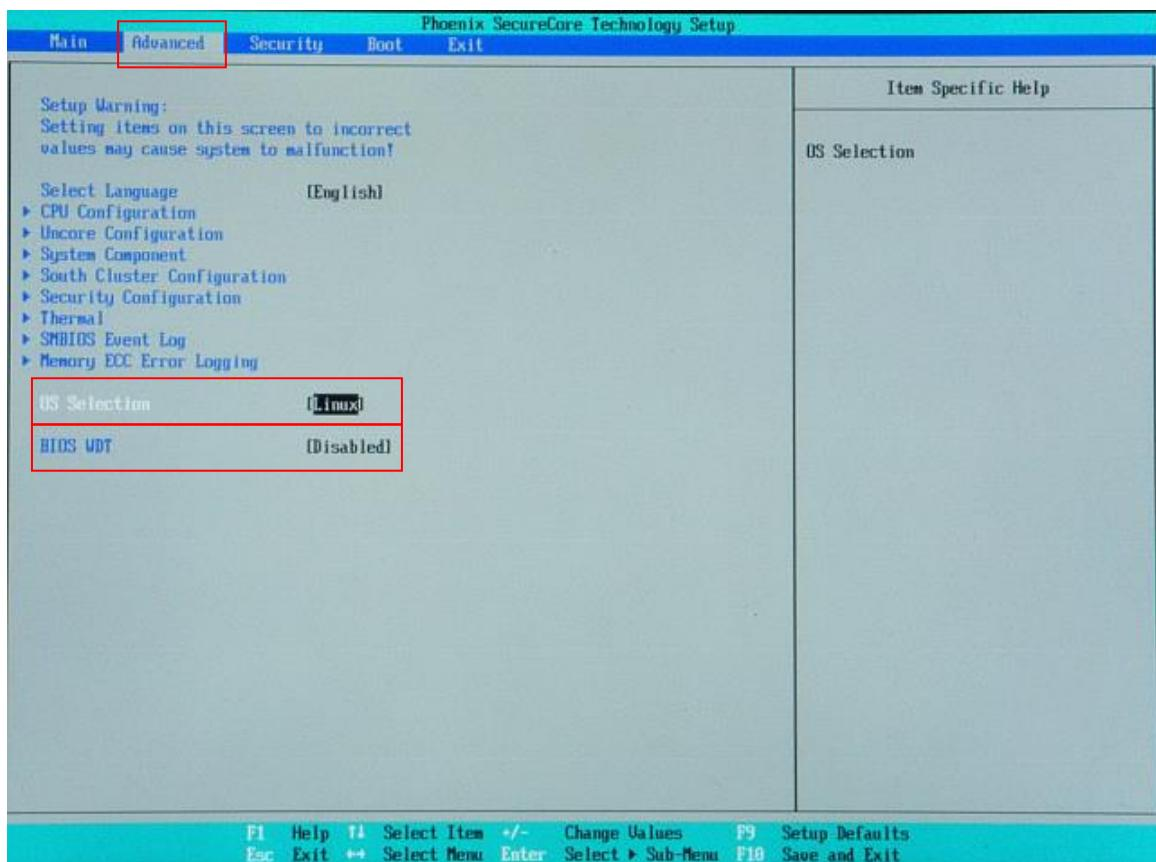

図 6-1-2. BIOS 設定 Advanced メニュー
- ① LAN ケーブルが接続されている場合は、LAN ケーブルを取り外してください。
- ② USB メモリ、SD カードなどのストレージメディアが接続されている場合は、ストレージメディアを取り外してください。また、サブストレージ（mSATA2）が接続されている場合は、サブストレージを取り外してください。
- ③ USB-DVD ドライブにリカバリ DVD を入れ FP シリーズ本体に接続します。
- ④ USB キーボード、USB マウスを接続します。
- ⑤ 電源を入れます。BIOS 起動画面が表示されたところで[F2]キーを押し、BIOS 設定画面を表示させます。
- ⑥ BIOS 設定画面が表示されたら、[Advanced]メニューを選択します。（図 6-1-2）
- ⑦ [OS Selection]を[Linux]、[BIOS WDT]を[Disabled]に設定します。
- ① 電源を入れ、BIOS 起動画面が表示されたところで[F2]キーを押し、BIOS 設定画面を表示させます。
- ② BIOS 設定画面が表示されたら、[Advanced]メニューを選択します。(図 6-1-2)
- ③ [OS Selection]を[Windows]、[BIOS WDT]を[Enabled]に設定します。
- ⑩ 電源を入れ、BIOS起動画面が表示されたところで[F2]キーを押し、BIOS設定画面を表示させます。
- ⑪ BIOS設定画面が表示されたら、[Advanced]メニューを選択します。(図6-1-2)
- ⑫ [OS Selection]を[Windows]、[BIOS WDT]を[Disabled]に設定します。